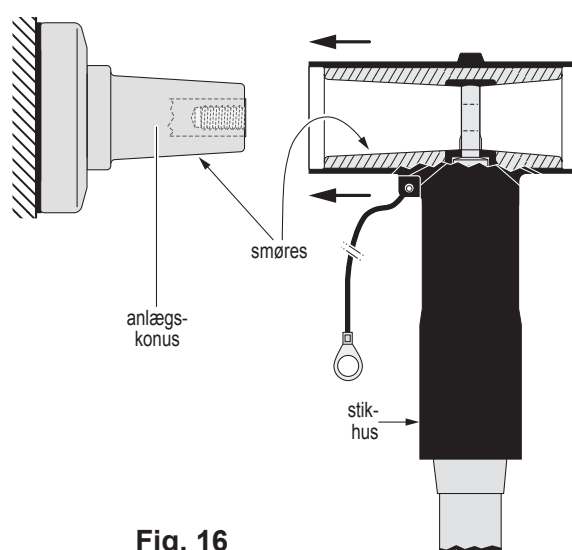

Fig. 16
18) Indersiden af stikket og den kegleformede del af konus smøres med silikonefedt, og stikket sættes på konus, se fig. 16. Undgå, at der kommer silikonefedt på gevind!